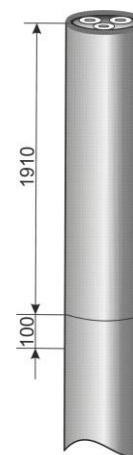

Рис.1
**1.** Распрямить конец кабеля на длине не менее 2000мм. На расстоянии 1910мм от конца кабеля выполнить кольцевой надрез по оболочке кабеля. Зачистить оболочку наждачной бумагой на длине не менее 100мм (Рис.1).